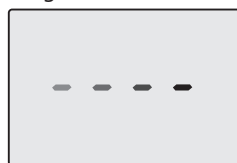
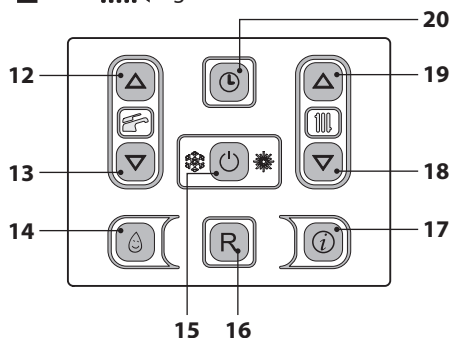

Figura 6.6
Figura 6.7
- Alimentare elettricamente la caldaia azionando l'interruttore bipolare previsto in installazione. Il display LCD visualizza il simbolo - - - - (Figura 6.6).
- Tenere premuto per 2 secondi il tasto 15 fino a far apparire sul display entrambi i simboli  e  (Figura 6.7).
- Spegnerne la caldaia tenendo premuto per 2 secondi il tasto 15 (Figura 6.7) fino a far apparire sul display LCD il simbolo     (Figura 6.6).